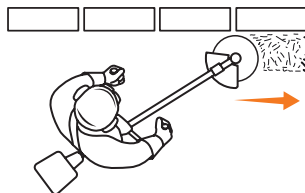

Рис. 12
- При кошении вдоль ограждений ведите триммер катушкой вперед левой стороной к ограждению, следите, чтобы нить не касалась ограждения (Рис. 12). Для удобства ведения вдоль ограждений, используйте дистанционные колеса.